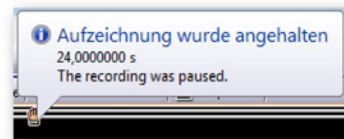

Abbildung 6.14: Ereignismarkierung - Tooltip
- K** Kommunikation wiederhergestellt (OK): die Kommunikation mit einem entfernten Front-end-Gerät wurde wiederhergestellt (ist OK). Dies geschieht üblicherweise nach einer Kommunikationsstörung.
- P** Aufzeichnung wurde angehalten: Die Aufzeichnung wurde angehalten. Daten werden erst wieder nach der Wiederaufnahme der Aufzeichnung aufgezeichnet. Ein Tooltip zeigt Details an (siehe Abbildung 6.14).